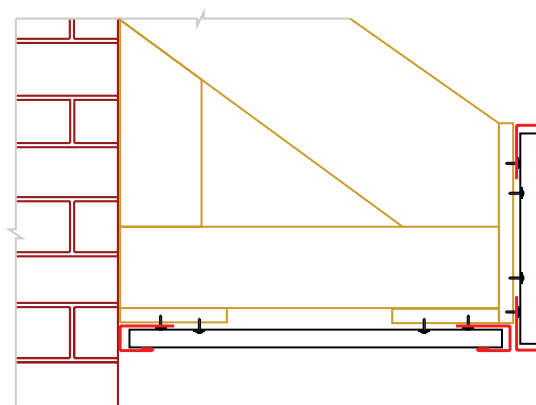

Рис. 21
■ В случае, когда капельник не используется, установите по верхней линии лобовой доски дополнительный J-профиль (Рис.21)